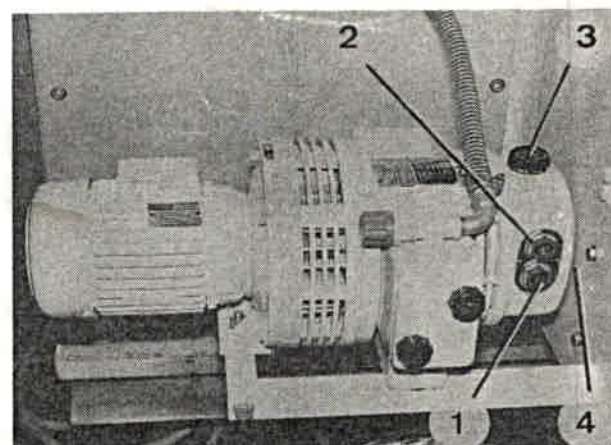

Bild 130
1. Öleinfüllknopf (Bild 130/3) aus dem Ölbehälter herausrauben.
2. Ölablaßstopfen (Bild 130/4) aus dem Ölbehälter herausrauben.
4. Öl bis zur Max.-Markierung (Bild 130/2) auffüllen (Schmierstoff siehe Abschnitt 1.2).